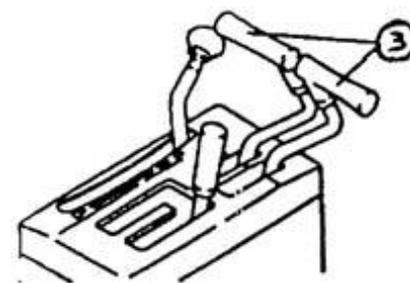

Рис. 2-6
#### 2.2.2.1.3 Рычаг рулевого управления (3) (Рис. 2-6)